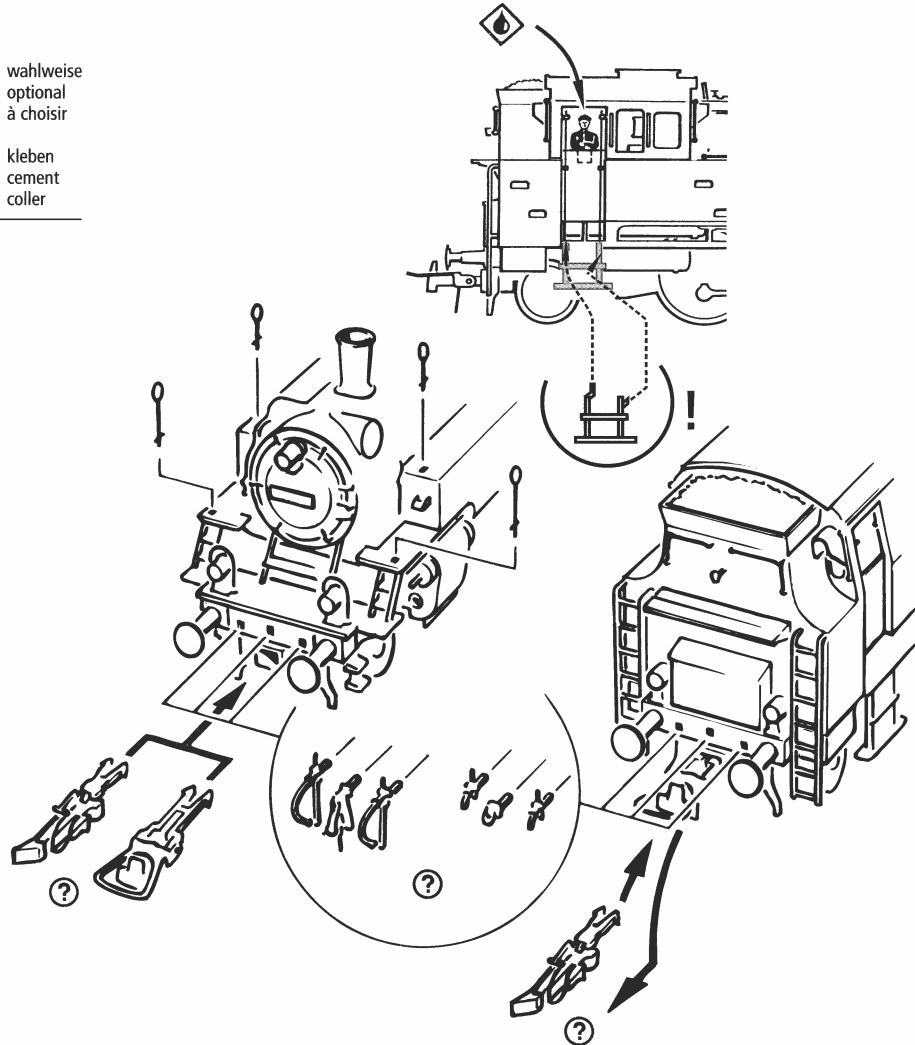

Fig. 4
**Mehrzugbetrieb:** Zuerst das Lokgehäuse abnehmen (Fig. 4). Danach den Brückenstecker aus der Schnittstelle entfernen (sorgsam aufbewahren). Zuletzt den Stecker der Steuerbausteines lagerichtig einsetzen (Fig. 6).
**5. Kohlebürstenwechsel:** Lokgehäuse abnehmen (Fig. 4). Danach wird der **Motor ausgebaut** und die **Kohlebürsten** ausgetauscht (Fig. 10).
**Exploitation en télécommande multi-trains:** Veuillez démonter d'abord la caisse de votre locomotive (fig. 4). Enlevez ensuite la fiche de shuntage de l'interface (à conserver!) et enfichez finalement la fiche du module de télécommande aux prises de l'interface. Veillez à la position correcte de la fiche (voir fig. 6).
Démontez la caisse de votre locomotive (voir fig. 4). Sortez ensuite le moteur de son logement et échangez finalement le balais (fig. 10).
**Running in digital mode:** First remove loco body (fig. 4). Then remove the jumper from the interface. Finally put the plug of the chip into the interface as shown in fig. 6.
**5. Carbon Brush Changing:** First **remove** loco body (fig. 4), and then the **motor** (fig. 10).
voir } Fig. 4
see } Fig. 4